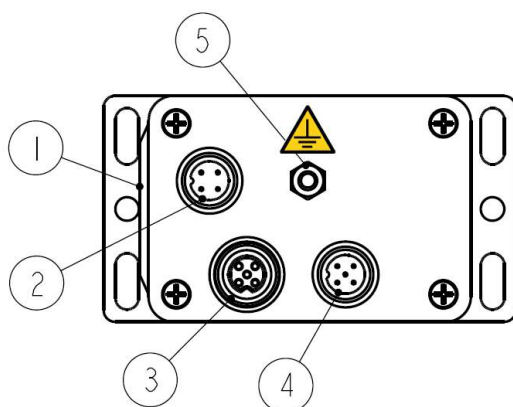

Figura 2: Connessioni elettriche
4.1 Collegamento messa a terra (Figura 2)
Collegare il corpo del dispositivo a un buon punto di terra; si consiglia di utilizzare il punto di collegamento previsto (Figura 2). Collegare la calza del cavo a un buon punto di terra sul lato utilizzatore. Collegare la calza del cavo al pressacavo del connettore metallico; si veda anche la nota al paragrafo successivo. In tutti i casi assicurarsi che il punto di terra sia privo di disturbi e il più vicino possibile al dispositivo.
4.2 Connettori (Figura 2)